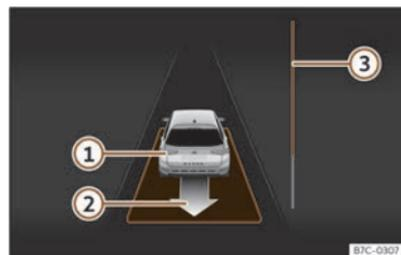

Fig. 138 Sul display del sistema quadro strumenti: uscire dal parcheggio in uno spazio in linea.
- Retrocedere finché non si sentirà il segnale continuo del ParkPilot; **OPPURE:** spostarsi in retromarcia finché nel display del quadro strumenti non comparirà l'indicazione di spostarsi con la marcia in avanti. La barra di avanzamento >>> **fig. 138**  indica la distanza che si deve percorrere.